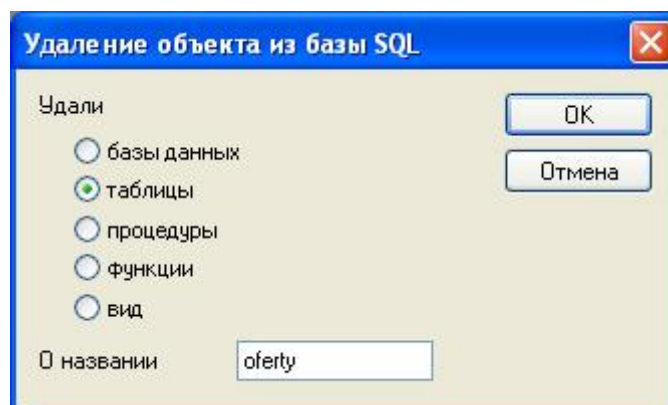

Рисунок 32. Удаление объекта из базы SQL
- **Удалить объект из базы SQL** (рис. 32) – этот параметр помогает удалить ненужные объекты из базы SQL, напр. устранение предложения приведет к удалению всей информации о документах (предложения, заявки, заказа и т.д.), созданных в программе **Окна**.